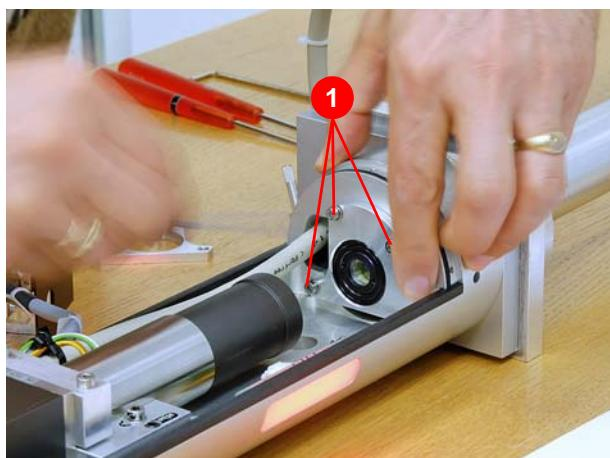
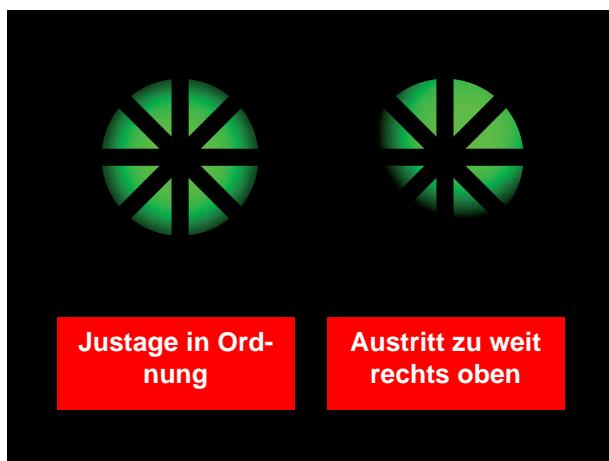

Abbildung 7.19 Strahlaufweitung einstellen
Abbildung 7.20 Strahljustage Strahlaufweitung
- 23.** Strahlaufweitung nach Lockern der drei Befestigungsschrauben (1) (Abbildung 7.19) verschieben und damit einstellen (Rundheit des Laserstrahls, mittiger Strahlaustritt). Abbildung 7.20 zeigt Beispiele für mögliche Abbildungen.